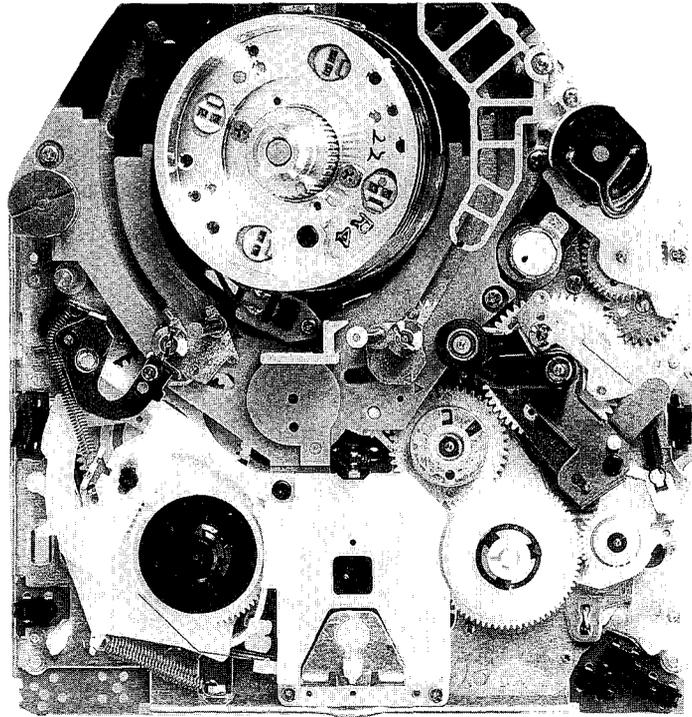

Fig. 4-1
4. RÉGLAGES À EFFECTUER APRÈS AVOIR REMPLACÉ LE CYLINDRE (Fig. 4-1, 4-2)